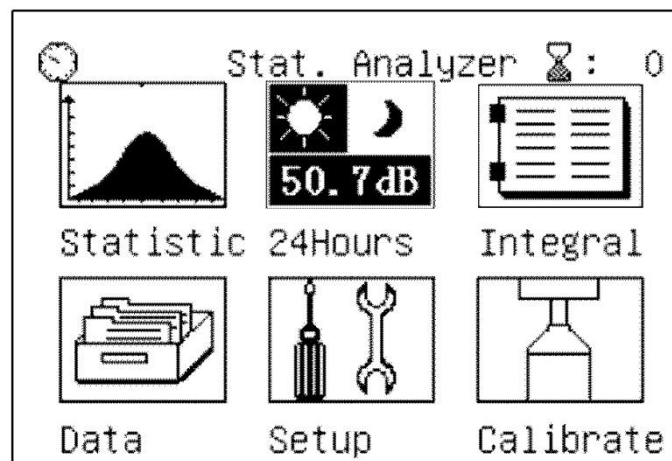

Fig. 14: Selecção da análise 24Hours
1. Seleccionar com os botões “” ou “” o ícone “**24Hours**” (ver Fig. 14) e confirmar com “”